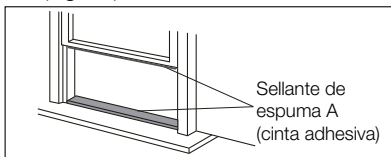

Fig. 12
1. Corte los sellantes de espuma (cinta adhesiva) a la longitud correcta y acóplelos a la ventana y al reborde. (Fig. 12)